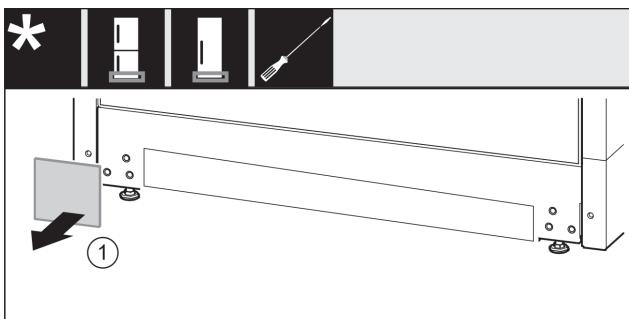

Fig. 35
- Detaşați apărătoarea. Fig. 35 (1)